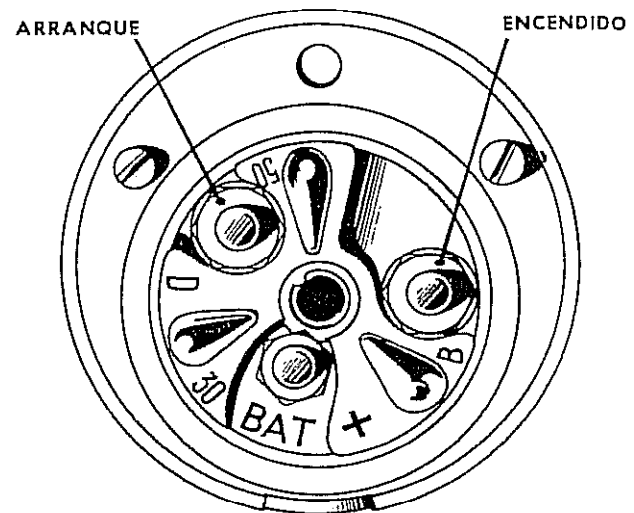

Fig. 181
4. Posición "Demarrage" (Arranque): Girando la llave a su posición extrema derecha, se acciona el motor de arranque, conectando el borne + (batería) a los bornes B (encendido y accesorios) y D (arranque) Fig. 181. Al saltar la llave, el interruptor quedará en la posición de marcha normal (encendido).